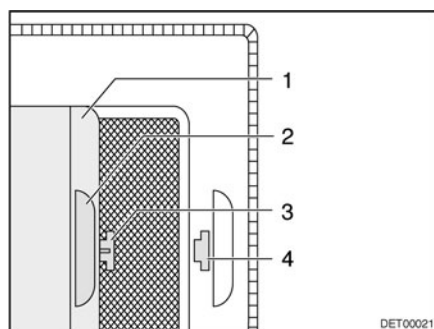

Fig. 45 Store occultant
- Tirer le store occultant (Fig. 45,1) par la poignée (Fig. 45,2) et accrocher le crochet (Fig. 45,3) dans l'ouverture (Fig. 45,4).
- Tirer le crochet (Fig. 45,3) de l'ouverture (Fig. 45,4) et laisser revenir le store occultant.